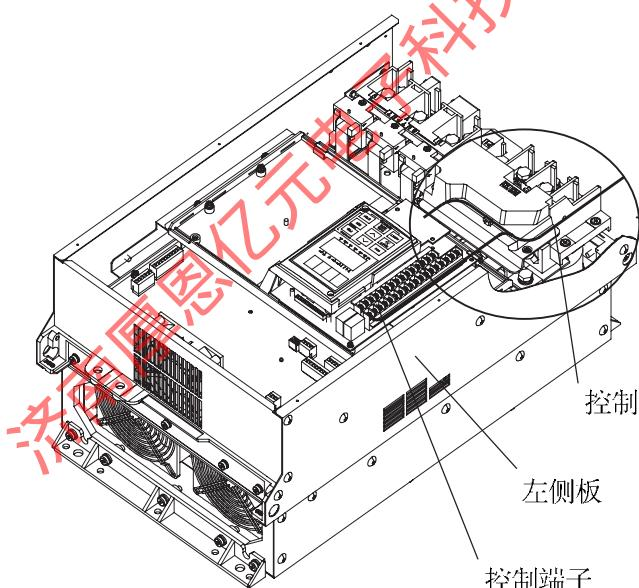

图 2-3-12
- ①应沿着变频器的左侧板引出，如图 2-3-12 所示。
②配线引出时，要用束线绑带（绝缘扣等）固定于主电路端子排左侧的固定孔 A。束线绑带要穿过固定孔 A (Φ 4)，所以其尺寸应为宽 3.5mm 厚 1.5mm 以下。
③另外，装用选件卡时，其信号线应固定于孔 B。